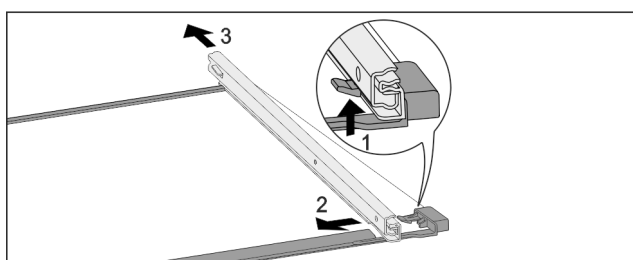

Fig. 228 Staklena ploča s vodilicama
- ▶ Prednji uskočnik pritisnite prema gore. Fig. 228 (1)
- ▶ Izvlačnu vodilicu povucite u stranu Fig. 228 (2) i prema natrag Fig. 228 (3).